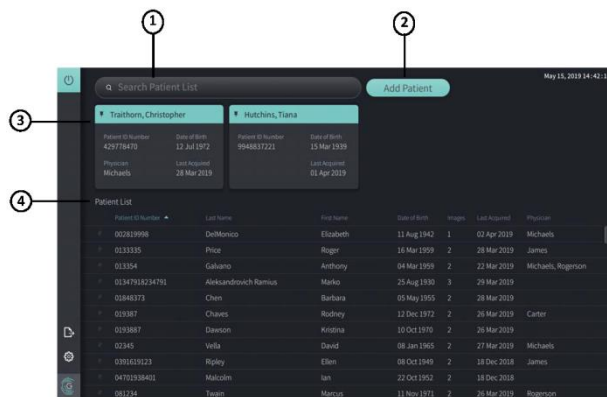

図 2 Patient List 画面
- (4) パスワードを入力し、[Log On]を選択すると、Patient List 画面 (図 2)が表示される。
- (1) システムを起動すると Patient List 画面 (図 2)が表示される。